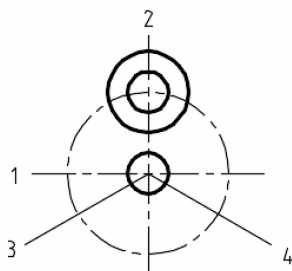

图 2-23 绘制法兰盘步骤二
(2) 分别画圆,直径为  $\phi 10$  mm、 $\phi 20$  mm、 $\phi 40$  mm,如图 2-23 所示。